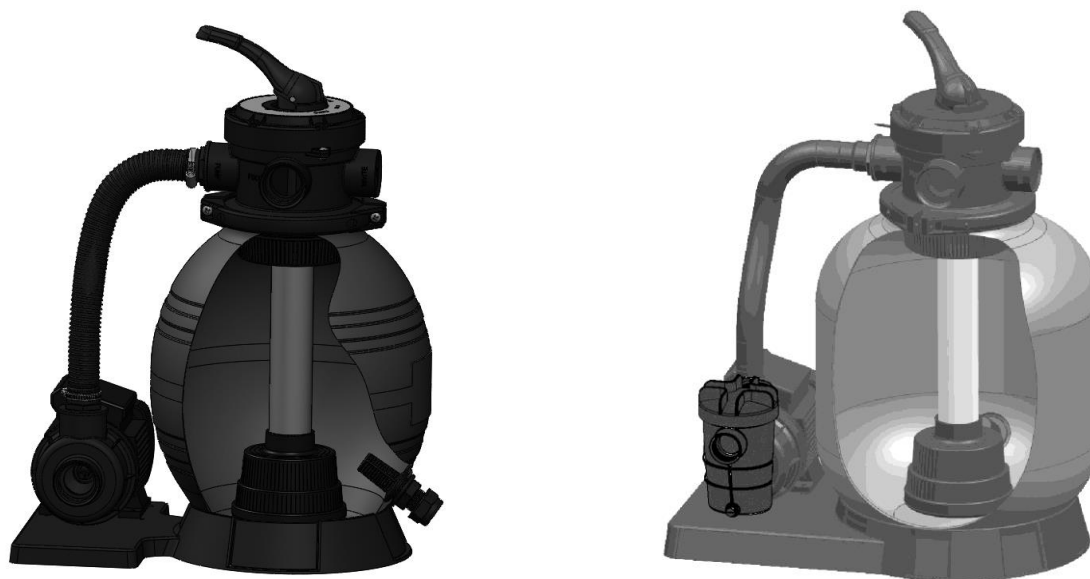

Fig. 7
7. Raccorder le réservoir de filtre à sable au flexible, aux bornes de flexibles et aux raccords de flexible. (Fig. 7)